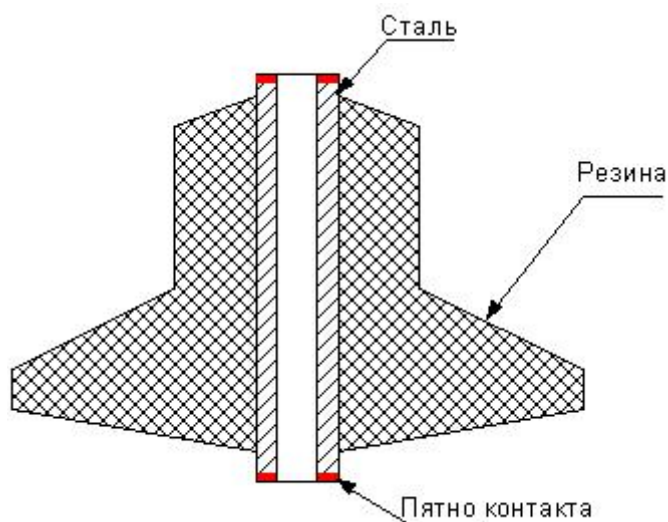

Рис. 3 Приблизительный вид забракованной втулки задней подвески ВАЗ 2108 (красным выделены пятна контакта с кабиной и рамой).
2. Втулки от задней подвески ВАЗа (от 2108) были забракованы как не обеспечивающие достаточное пятно контакта - фактически кабина будет опираться на торец трубки с толщиной стенки 3 мм (см. рис.3 - пятно контакта выделено красным). Конечно, можно подложить шайбы большего внешнего диаметра, но полагаться только на шайбу как-то не хотелось. Втулки от других изделий ВАЗа в дальнейшем не рассматривались.